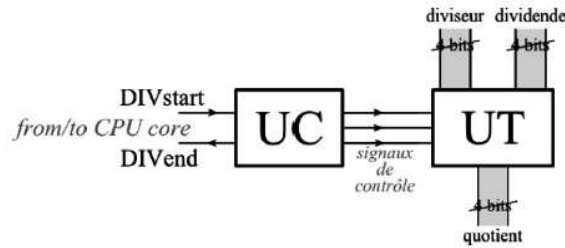

FIGURE 4.3 – Structure logique de l'algorithme de division
L'implémentation matérielle de l'algorithme de division nécessite une structure logique avec une unité de traitement (UT) dédiée aux opérations élémentaires, et une unité de contrôle (UC) chargée de la piloter. Une structure de ce type, celle utilisée dans ce TD/TP, est illustrée en figure 4.3. La demande de division, *DIVstart*, provient d'une structure supérieure de type coeur de CPU. L'unité de contrôle (UC) locale de la division hardware génère les signaux de contrôle, pour effectuer l'algorithme de division sur l'unité de traitement (UT) dédiée. Les données sont présentées stables en entrée par le coeur de CPU, qui vient chercher les résultats de la division quand le signal *DIVend* est actif.